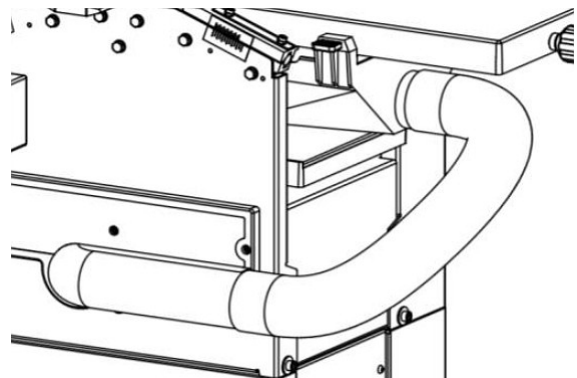

Fig. 18 : Raccorder le tuyau d'aspiration
Étape 2 : Utilisez un collier de serrage pour raccorder le tuyau d'aspiration à la prise d'aspiration du châssis de la machine et à la prise d'aspiration de la table de rabotage (Fig. 18).